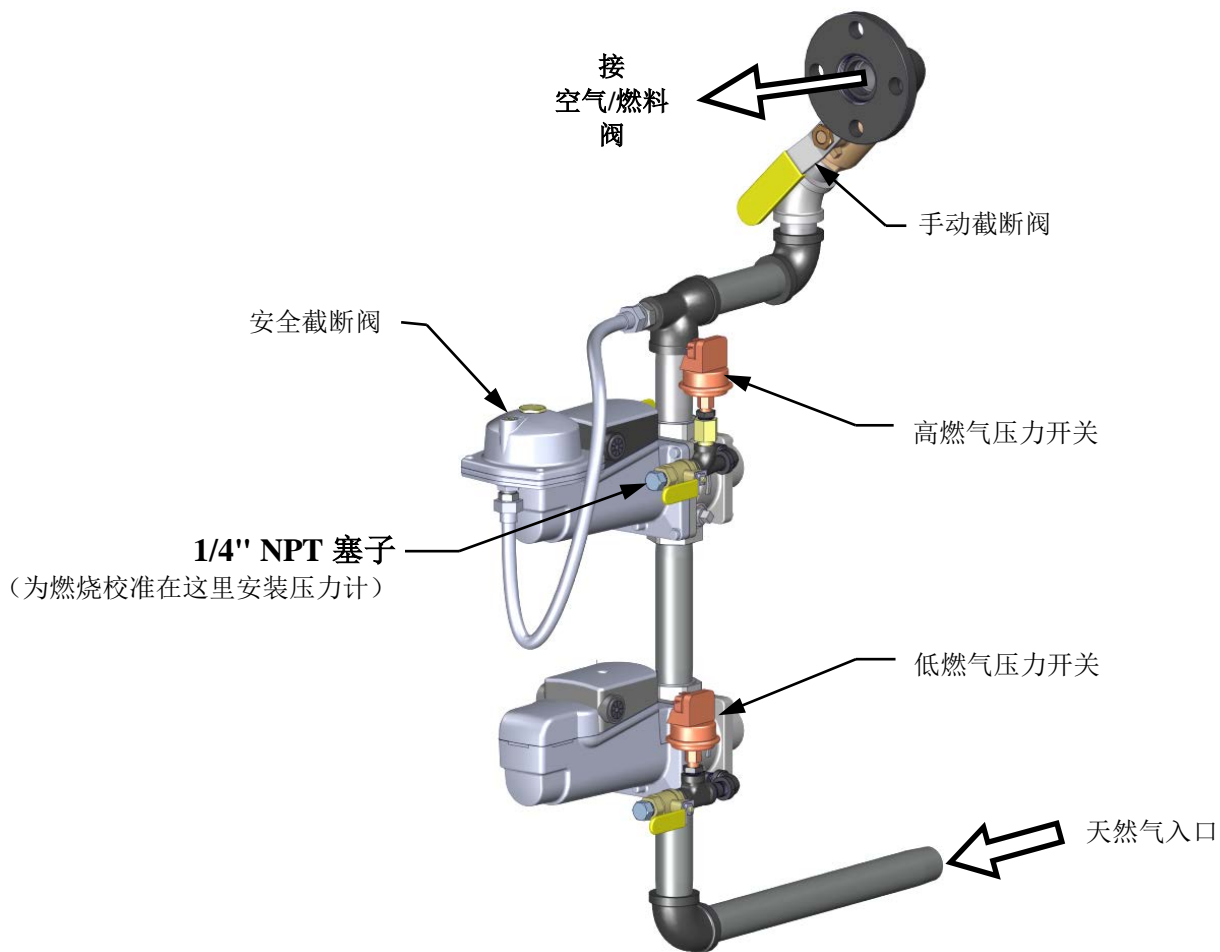

图 4-1：用于燃烧校准的 1/4 英寸燃气塞位置
3. 从 SSOV 的下游侧的检漏球阀上拆下 1/4 英寸 NPT 塞子，如图 4-1 所示。